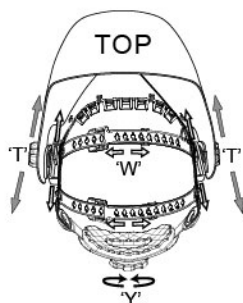

рис.7
Длину окружности оголовья можно увеличить или уменьшить, вращая ручку с нажатием на затылочной части оголовья (см. «У» на рис.7). Это можно сделать не снимая маски и позволяет получить натяжение, необходимое для надежной фиксации сварочной маски на голове.
• Если наголовник сидит на голове слишком высоко или слишком низко, отрегулируйте ремень, который проходит через макушку. Для этого ослабьте конец ремня, выдавив стопорный штифт из отверстия в ремне. Переместите две части ремня относительно друг друга на требуемую длину и вставьте стопорный штифт в ближайшее отверстие (см. W рис.7).
Шаг 1: Ослабьте гайку фиксатор (см. "Т" на рис.7), и двигайте маску к или от вашего лица. Убедитесь, что расстояние между обоими глазами и светофильтром одинаковые, чтобы избежать неравномерного затемнения светофильтра.